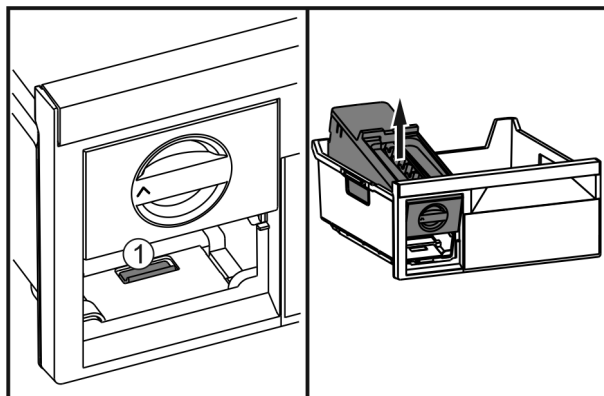

Fig. 56
- ▶ Wcisnąć nakładkę Fig. 56 (1), EasyTwist-Ice zdjąć od tyłu i wyjąć z szuflady zamrażalnika.